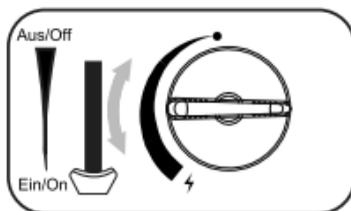

Fig. 9
3. Una vez encendido el quemador, coloque la muletilla (18) en posición deseada. (fig. 9)
4. Al usar el aparato, nunca coloque la palanca de bloqueo de cartucho de gas (15) en posición **Aus/Off** (14);